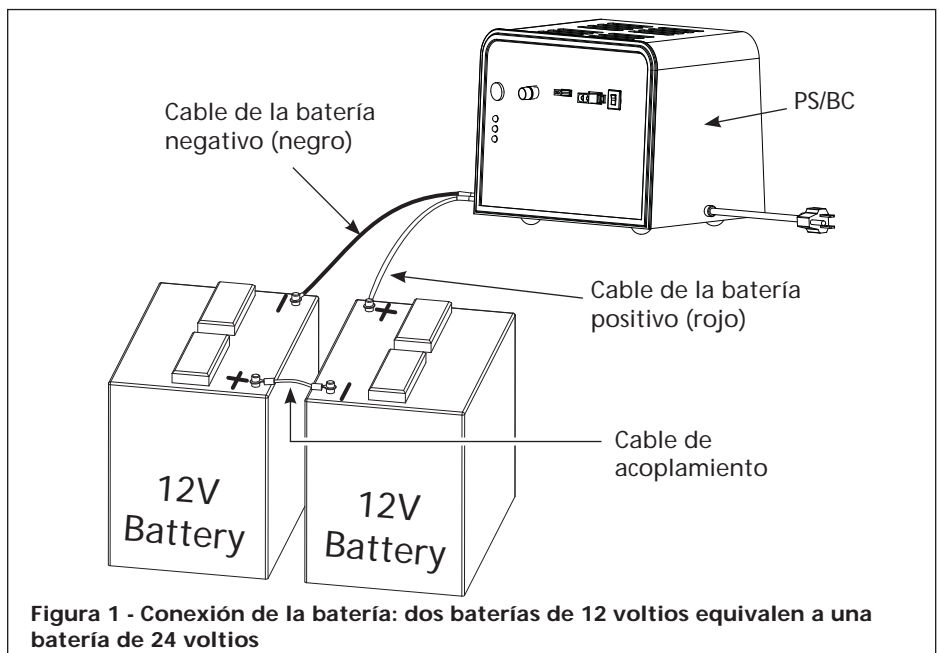

Figura 1 - Conexión de la batería: dos baterías de 12 voltios equivalen a una batería de 24 voltios
3. Conecte el cable de acoplamiento entre las baterías tal como se muestra en la Figura 1.
4. Conecte los cables de energía del PS/BC a las terminales de batería tal como se muestra en la Figura 1. Conecte el cable rojo a la terminal positiva sin conectar de la batería A y luego conecte el cable negro a la terminal negativa sin conectar